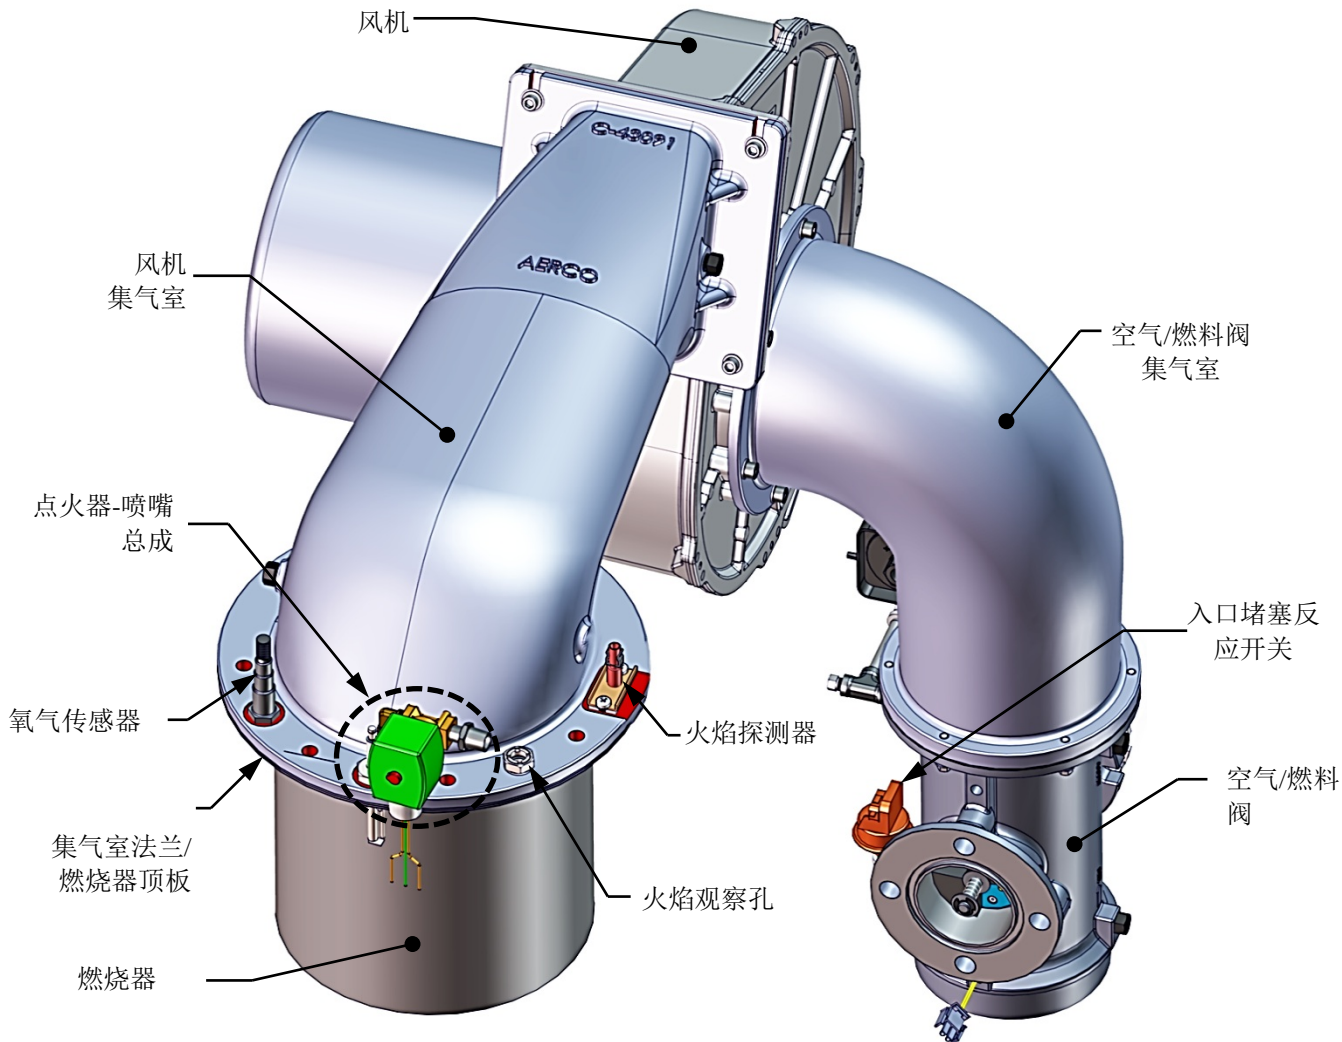

图 7-1: 基准系列 2500/3000 燃烧器总成 (从锅炉上拆下)
点火器-喷嘴（部件号 **58023**）位于锅炉顶部的燃烧器顶板上。除了提供点燃燃烧器所必需的点火火花，点火器-喷嘴还包含一个连接到阶段式点火总成的气体喷射管。图 7-1 展示了从锅炉上拆下的完整燃烧器总成并指示了点火器-喷嘴火焰探测器和其他相关组件的位置。
3. 从点火器-喷嘴上拆下缆线（图 7-1）。
火焰探测器（部件号 **24356-1**）位于设备顶部的燃烧器板上（参见图 7-1 和 7-2）。火焰探测器可能很烫，因此在卸下之前先让设备充分冷却。检查或更换火焰探测器，如下所示：
氧气传感器 (部件号 **61026**) 位于设备顶部的燃烧器板上 (参见图 7-1 和 7-2)。传感器可能很烫。因此在卸下之前先让氧气传感器充分冷却。